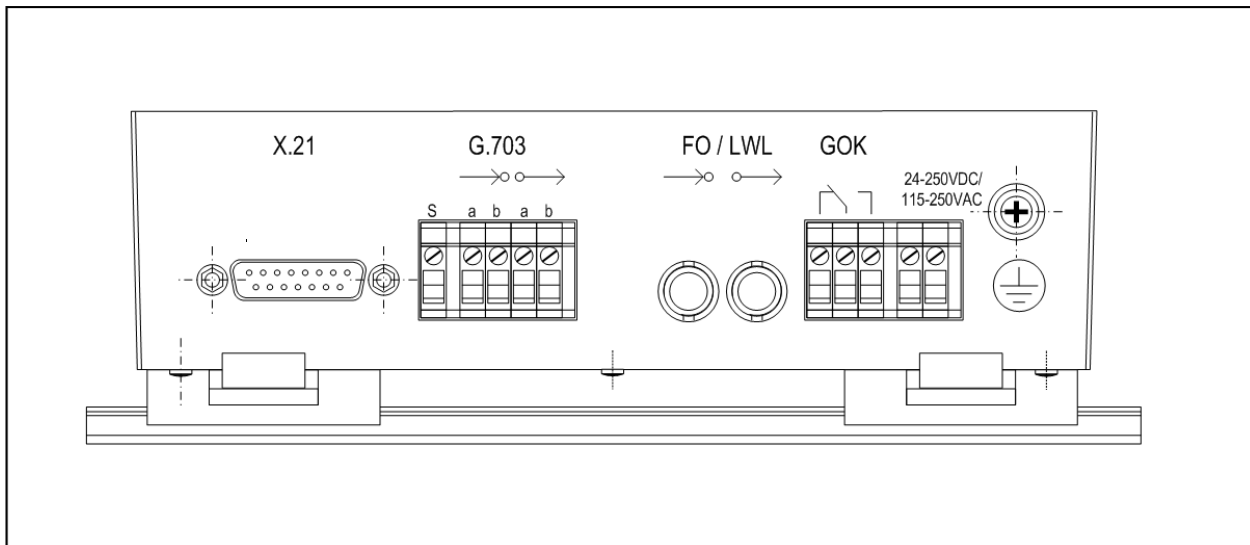

Bild 3 Schnittstellen und Anschlüsse
Auf der Geräteseite (siehe Bild 3) befinden sich folgende Schnittstellen und Anschlüsse:
- Stecken Sie das Kabel mit Buchse in den DSUB–Stecker X.21 des KU–XGs. Im Bild 3 sehen Sie, an welcher Stelle sich der Schnittstellenstecker befindet. Bild 6 zeigt die Anschlussbelegung am DEE–Anschluss des KU–XGs.